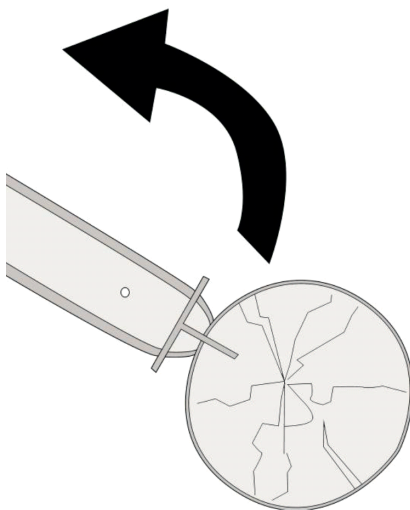

Рис. 22. Обратный удар
1. Держите пилу крепко двумя руками, контролируйте процесс распиловки древесины, иначе может возникнуть «обратный удар». Отскок или отдача пилы происходит, когда движущаяся цепь касается какого-либо объекта верхней четвертью концевой части направляющей шины или, когда дерево смыкается и защемляет пилу в пропиле. Исправный тормоз цепи защитит вас от возможного обратного удара. Рис. 22.